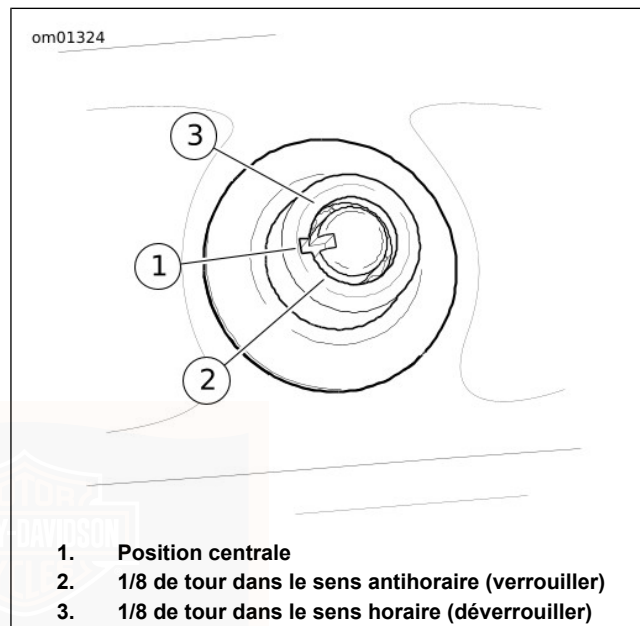

Figure 16. Verrou de coffre
1. Voir Figure 16. Pour déverrouiller le coffre, introduire la clé dans le verrou à barillet et la tourner de 1/8 de tour dans le sens horaire. Remettre la clé en position centrale et la retirer.